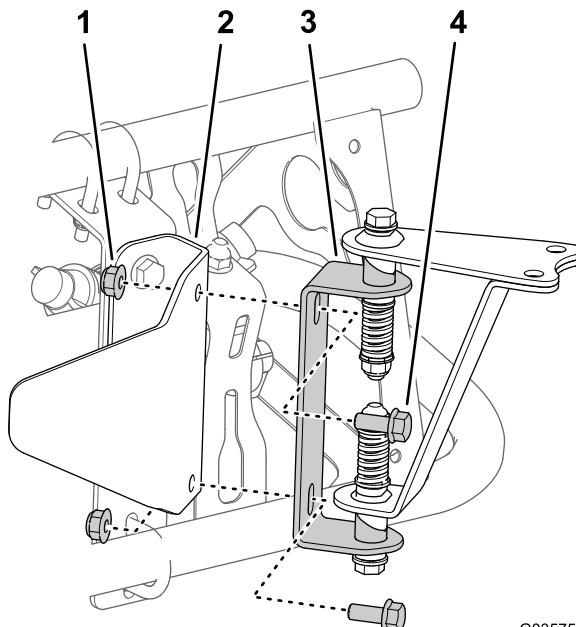
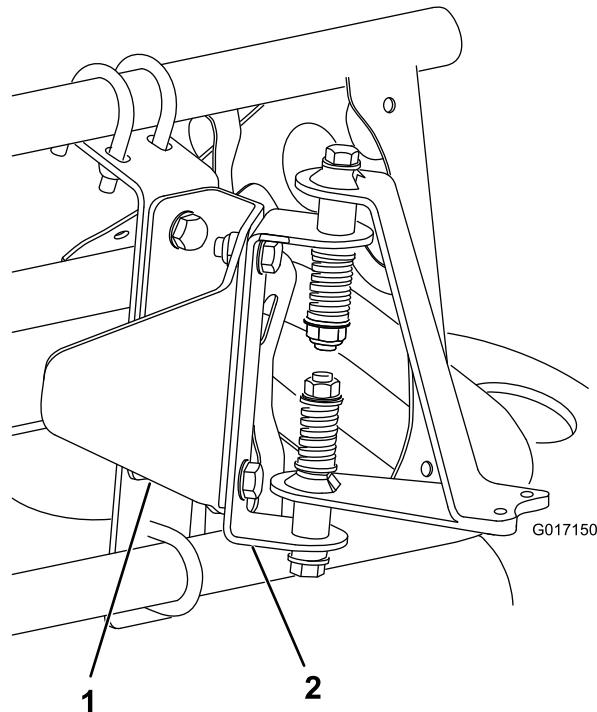

图 18
图 19
3. 如图 18 适用于非封闭式喷洒臂或图 19 适用于封闭式喷洒臂所示用 2 个螺栓 $5/16 \times \frac{3}{4}$ 英寸和 2 个锁紧螺母 $5/16$ 英寸将传感器安装五金件安装到传感器保护支架上。